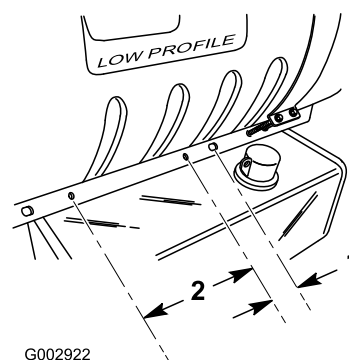

Figure 3
3. Sur le socle de la cuve, à droite de la machine, localisez le troisième trou par rapport à l'avant de la machine. Mesurez et marquez un point sur le socle de la cuve à 5 cm derrière le centre du 3ème trou (Figure 3).
4. À partir du repère, mesurez 25 cm en arrière et marquez cet emplacement (Figure 3).
5. Percez 2 trous (7/16 pouce de diamètre) aux emplacements repérés, centrés verticalement dans le socle de la cuve (Figure 3).